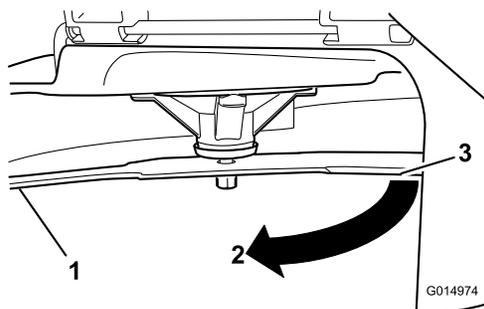

Рисунок 61
4. Поверните тот же нож на 180 градусов, чтобы теперь его противоположная режущая кромка была в том же положении (**Рисунок 61**).